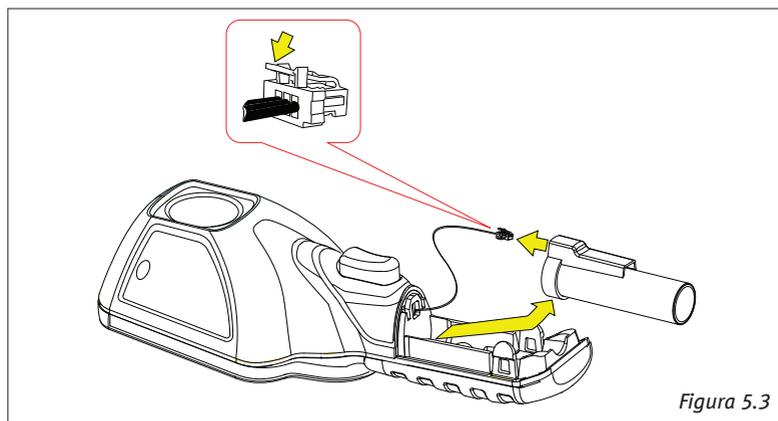

Figura 5.3
2. Levante cuidadosamente o pacote de baterias e então, pressione a trava para liberar o conector da bateria e remova-o (Figura 5.3).